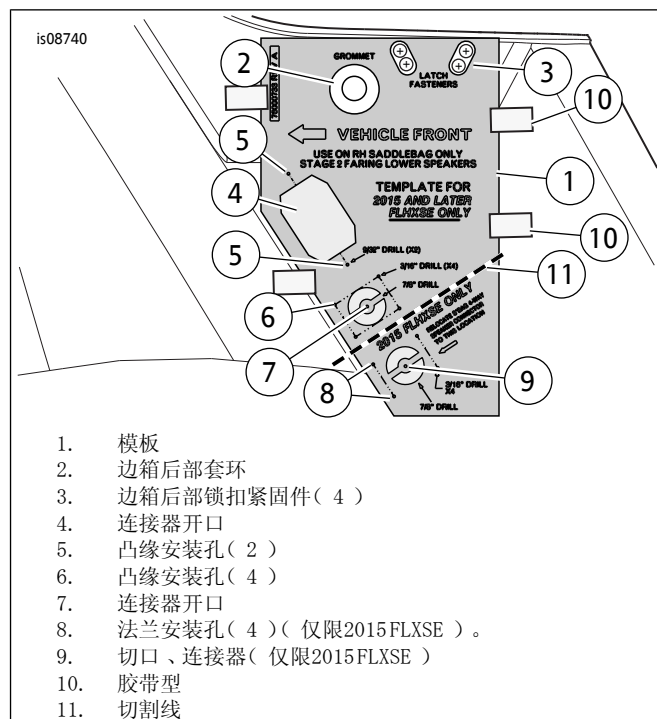

图3。右边箱开口和钻孔线束安装
1. 参见图3。使用模板(1)为下部挡风板放大器18路法兰连接器[289-1]切割边箱中的开口。
参见图3：项目6和7。